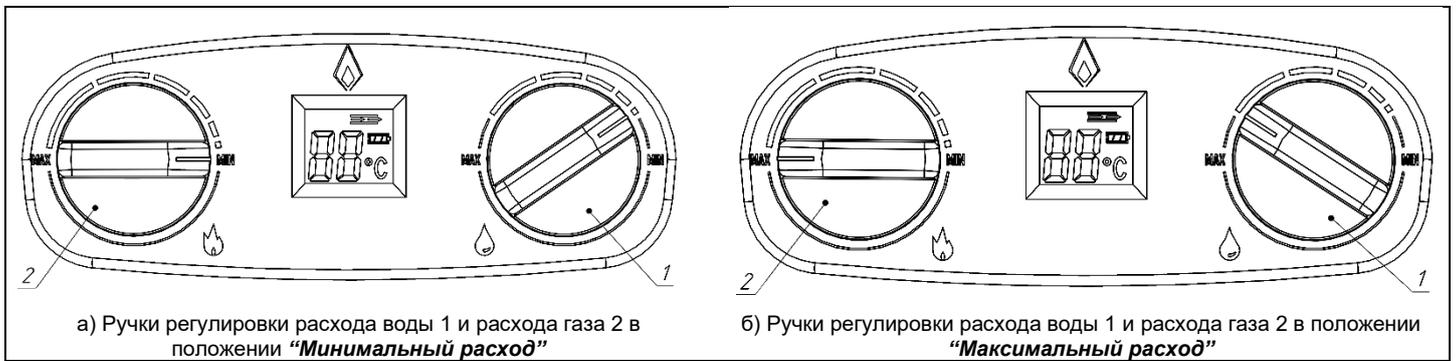

Рисунок 2. Положения ручек регулировки аппарата
- г) рекомендуется повернуть ручки 1 и 2 в положения минимального расхода воды и газа (рис. 2);
Примечание 2. Зажигание горелки произойдет при расходе воды не менее 2,5 л/мин в положении ручки 1 регулятора расхода воды «Минимальный расход» (рис. 2) и не менее 6 л/мин в положении «Максимальный расход». Поэтому, если после открытия крана горячей воды горелка не зажигается, то следует перевести ручку регулятора расхода воды в положение «Минимальный расход» или краном горячей воды увеличить расход воды, протекающей через аппарат.
3.2.1. Регулирование расхода воды через аппарат производится ручкой 1 (рис. 2): поворот ручки к положению «Минимальный расход» уменьшает расход воды, поворот ручки к положению «Максимальный расход» увеличивает расход воды. При этом в положении ручки «Минимальный расход» включение водонагревателя происходит при расходе воды не менее 2,5 л/мин, в положении «Максимальный расход» – при расходе воды не менее 6 л/мин. В промежуточных положениях ручки 1 включение водонагревателя происходит, соответственно, в диапазоне расходов не менее 2,5...6 л/мин.